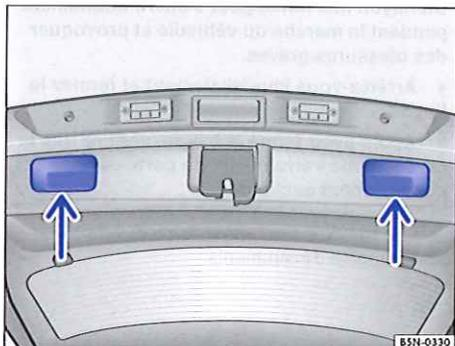

Fig. 36 Hayon ouvert : poignées concaves pour la fermeture
- Saisissez l'une des poignées concaves dans le revêtement intérieur du hayon ⇒ fig. 36 (flèche).